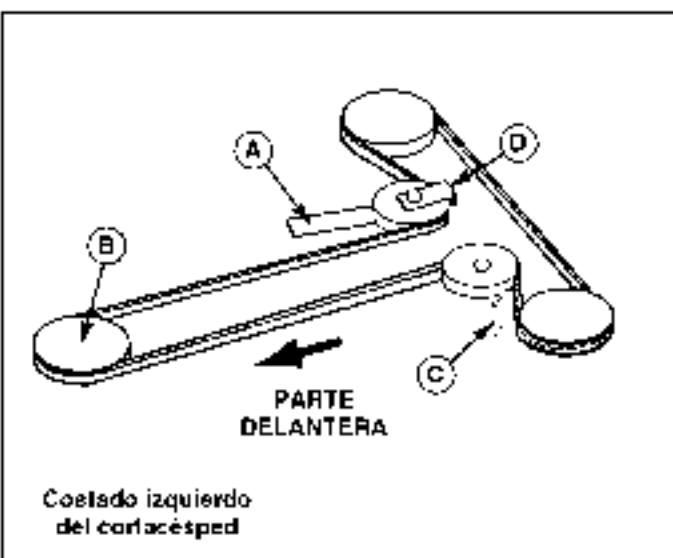

Figura 2B. Correa del cortacésped típico en plataformas de dos cuchillas
- Empuje el brazo secundario libre (A. Figura 2B) para soltar la correa. Saque la correa de la polea de toma de fuerza (embrague eléctrico).